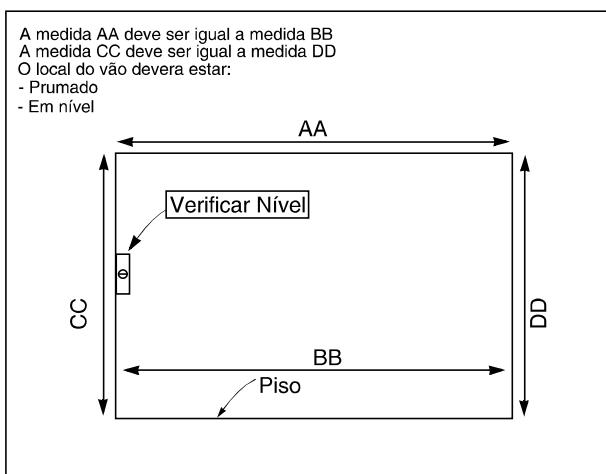
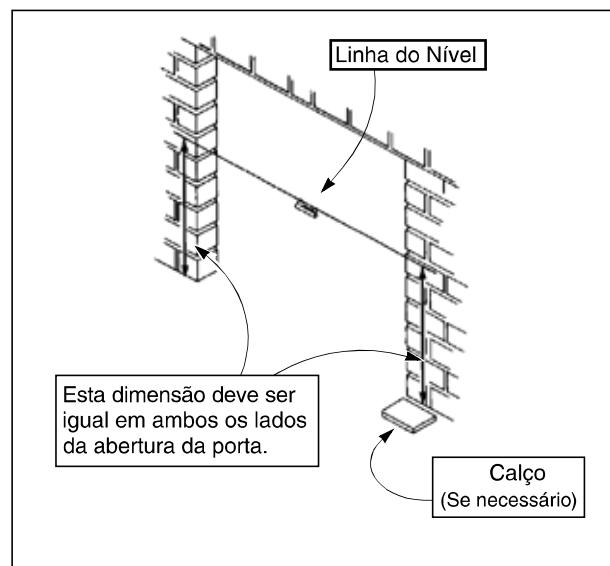

Figura 8
Figura 9
1. Para conferir as medidas do vão, deve-se verificar $AA=BB$ e $CC=DD$. (Veja Figura 8). Compare com as informações de fabricação da porta que se encontra na etiqueta fixada dentro do painel de comando. (Veja Figura 9). A medida de fabricação está descrita no campo “Medida mm” sendo a medida considerada Largura do Vão x Altura do Vão.